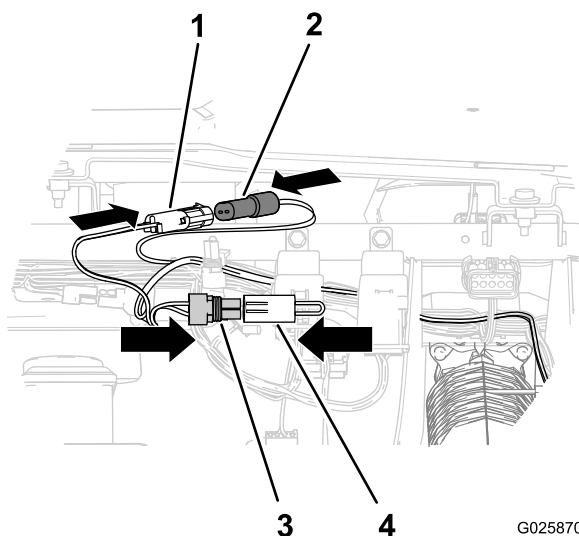

Figura 14
- C. Conecte el conector de 2 pines del arnés de cables del interruptor de desconexión al acoplamiento de derivación (Figura 14).
máquina que retiró del temporizador de retardo en el paso B (Figura 14).